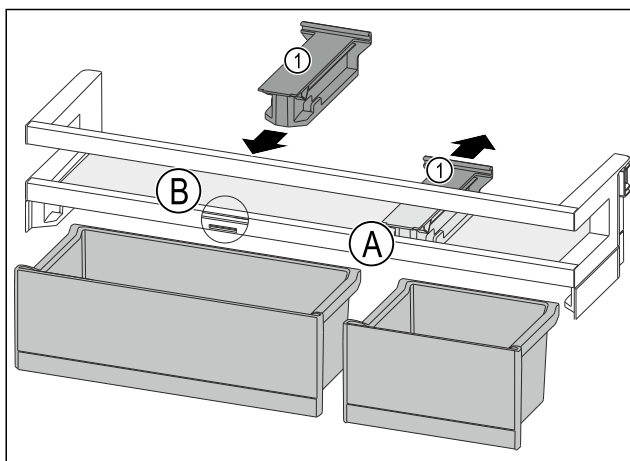

Fig. 114
- Stiahnite prídržný diel Fig. 114 (1) v polohe Fig. 114 (A) dozadu.
- Vložte prídržný diel Fig. 114 (1) v polohe Fig. 114 (B).